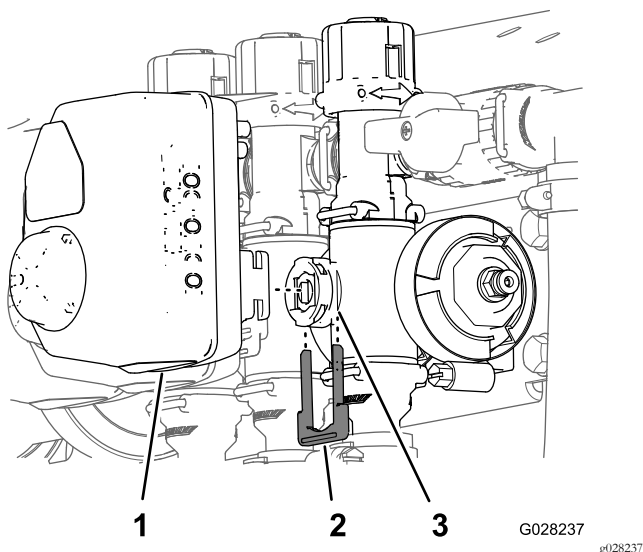

Figura 133
3. Rimuovete il fermo che fissa l'attuatore alla valvola del collettore per la valvola di comando del volume, la valvola dell'agitatore, la valvola principale delle barre o la valvola di sezione delle barre (Figura 133).